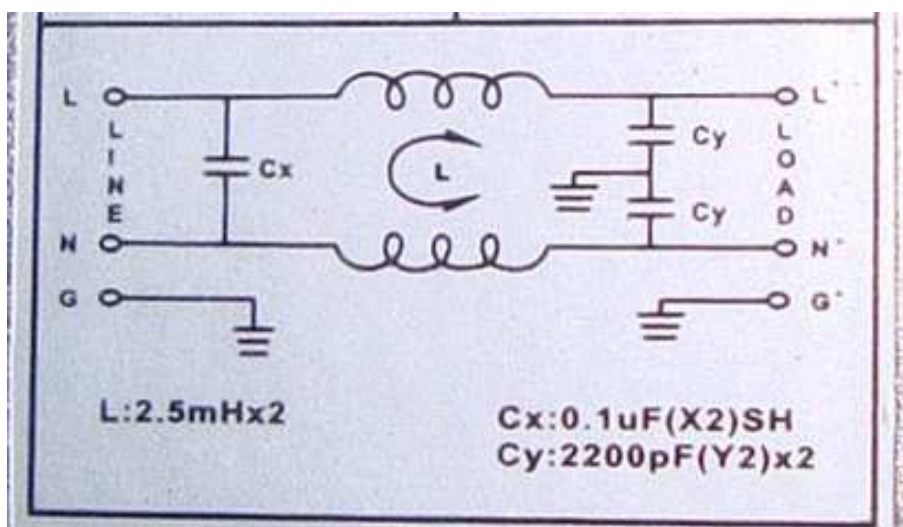

Рис. 4.13.
4.16.3. Проверить с помощью мультиметра в режиме «зуммера» исправность цепи между клеммами «L» и «L'», затем между клеммами «N» и «N'» (рис. 4.13). Показания прибора должны соответствовать нулевому сопротивлению (как и при замкнутых щупах).
4.16.4. Проверить с помощью мультиметра в режиме «зуммера» исправность цепи между клеммами «G» и «L», затем между клеммами «G» и «N» (рис. 4.13). Показания прибора должны соответствовать «обрыву цепи» (как и при разомкнутых щупах).